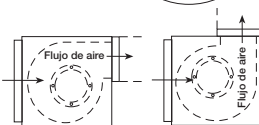

Figura 4
3. Revise la red de conductos para ver si la salida del ventilador requiere un giro de salida horizontal a vertical, como se muestra en la Figura 4.